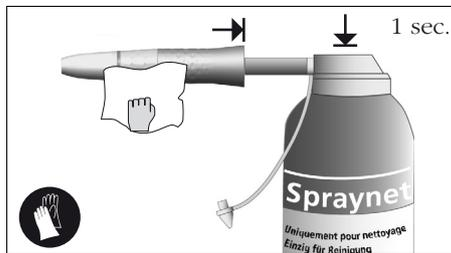

fig. 4
- Sprayer l'intérieur et l'extérieur de l'instrument fig. 4 pour expulser les résidus et nettoyer soigneusement les surfaces.
Sprayer l'intérieur de l'instrument avec **Spraynet** fig. 4 pour évacuer immédiatement l'eau de rinçage afin d'éviter la détérioration et le blocage des pièces internes. Si nécessaire, essuyer avec une lingette propre.